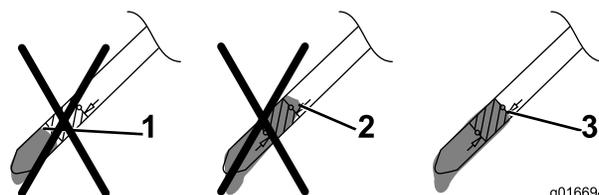

Рисунок 7
5. Определите уровень масла по отметкам на щупе (Рисунок 7).
- Если уровень масла слишком низкий, **медленно** залейте небольшое количество масла в маслозаливную горловину, подождите 3 минуты и повторите действия, указанные в пунктах 3–5, чтобы масло достигло требуемого уровня по щупу, как показано на Рисунок 7.